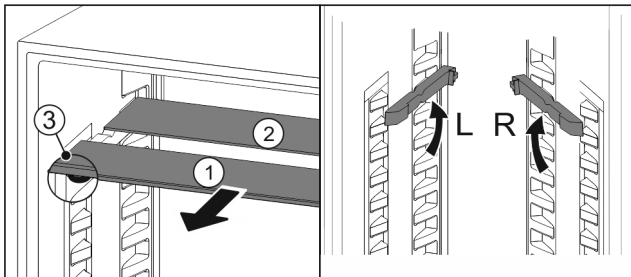

Fig. 76
- ▶ 将玻璃隔板逐个向前拉出 Fig. 76 (1)。
- ▶ 带装饰条的玻璃隔板 Fig. 76 (1)在前。
- ▶ 阻挡装置 Fig. 76 (3)指向下方。